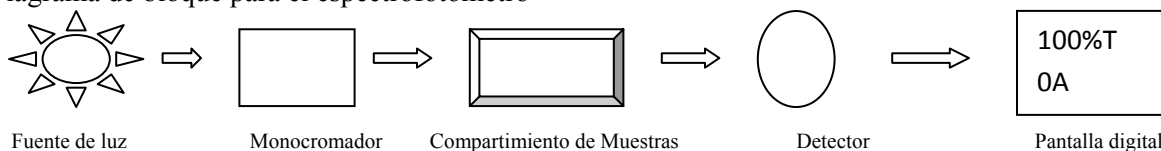

Fig. 2
- 5) Una pantalla digital para indicar la absorbancia o transmitancia. El diagrama de bloque (Fig 2) debajo ilustra las relaciones entre estas partes;